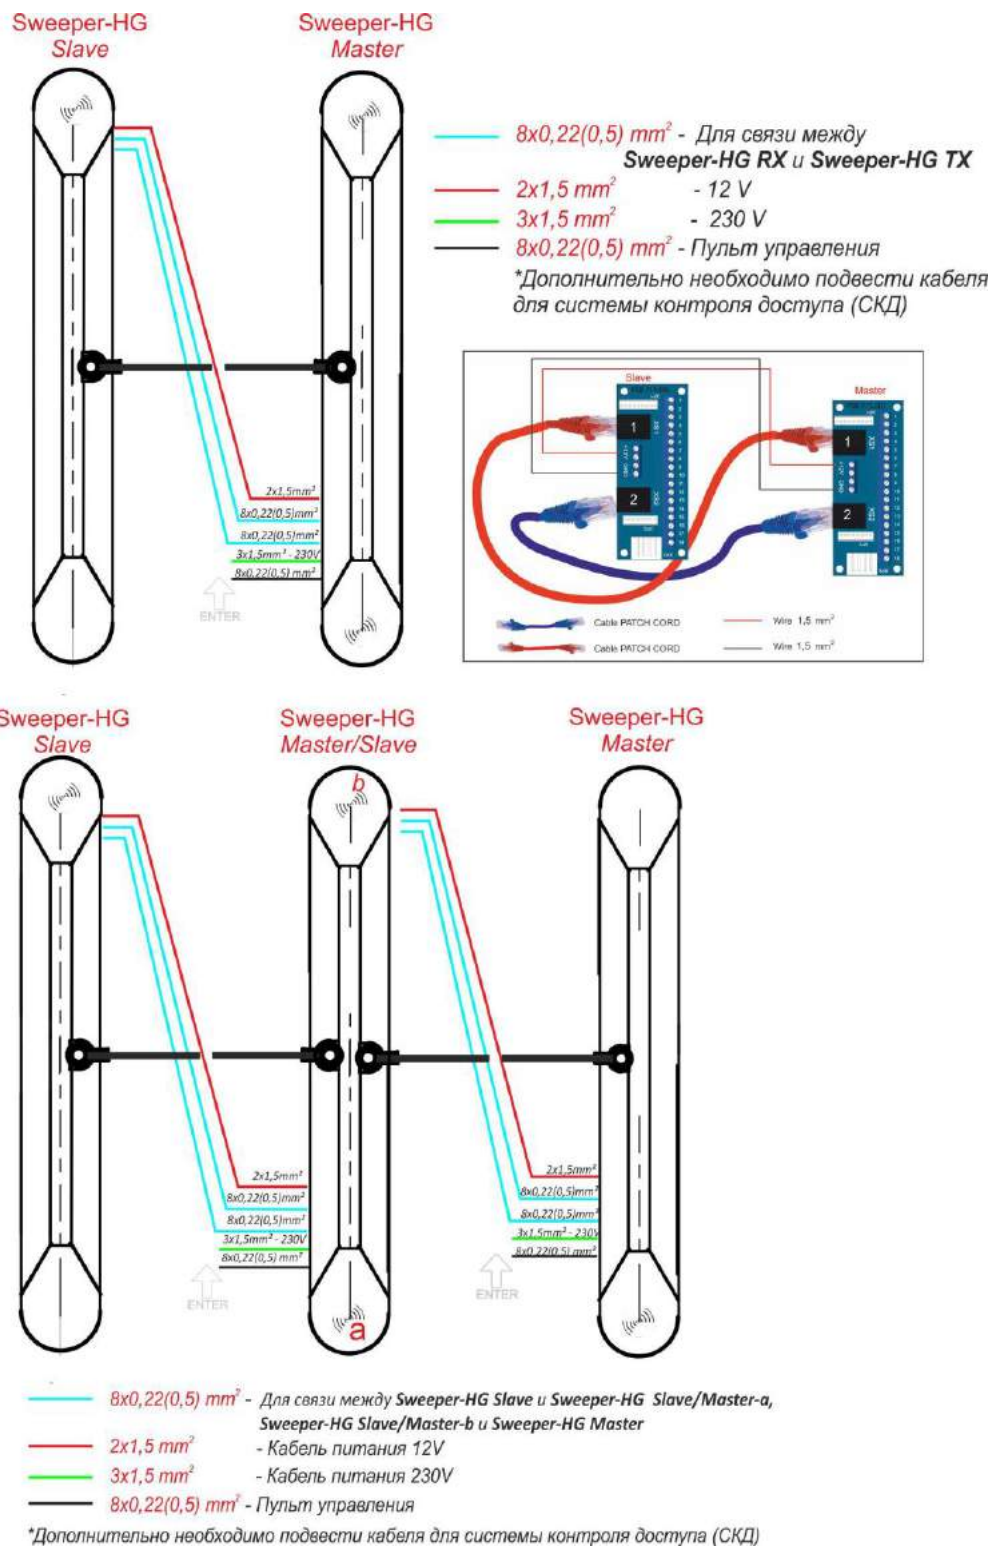

Рисунок 12 –Подвод кабелей между калитками турникетов
- Кабели между калитками (Рисунок 12)